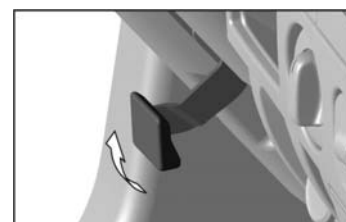

Рис. 5.9. Рукоятка механизма фиксации рулевой колонки
**32** – рукоятка механизма фиксации колонки рулевого управления (рис. 5.9). При повороте рукоятки на себя происходит ослабление фиксации рулевой колонки, после чего рулевое колесо можно установить в удобное для водителя положение. Фиксация рулевого колеса в этом положении происходит при повороте рукоятки до упора в противоположном направлении.